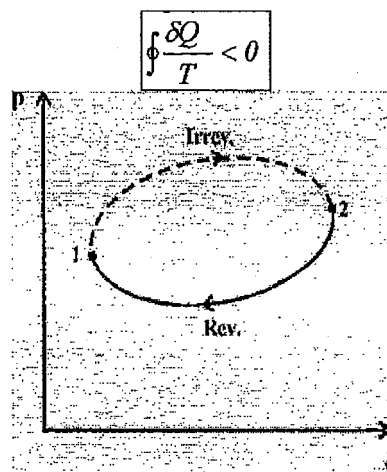

Figura 8.8
Para ello consideremos al sistema que evoluciona del estado 1 a 2 según una *transformación irreversible*, y como siempre es posible volver al estado inicial 1 siguiendo un camino reversible (Figura 8.8) si aplicamos la ecuación (5) de la *desigualdad de Clausius* al ciclo completo, el conjunto de las transformaciones será un ciclo irreversible y por lo tanto será válida la expresión: